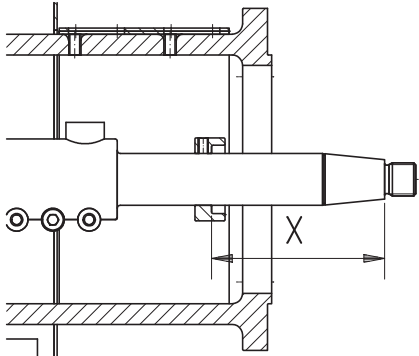

Figure 4
1. Si elle a été démontée: Montez la bague de réglage de la garniture mécanique. Celle-ci doit être réglée suivant fig. 4 et les valeurs du tableau qui suit.